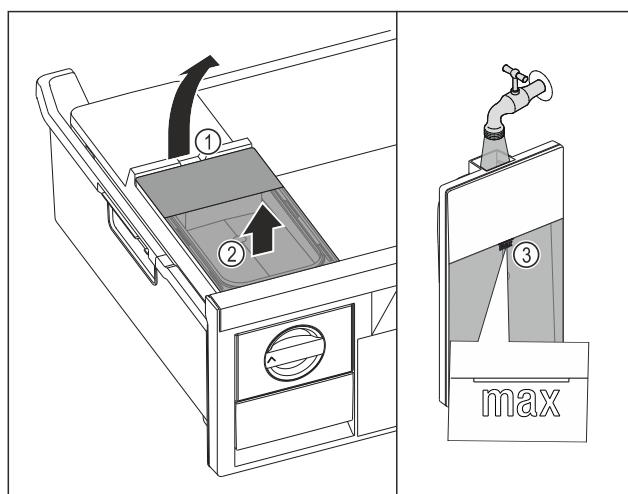

Fig. 121
- Підняти бак для води за заглиблення Fig. 121 (1).
- Вийняти бак для води рухом вгору. Fig. 121 (2)
- Наповнити бак для води питною водою до позначки Fig. 121 (3).